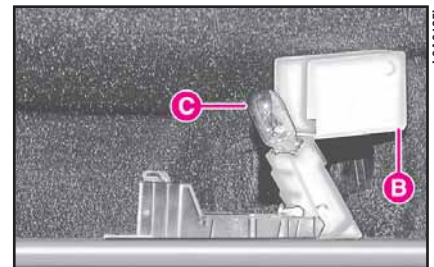

fig. 37
2) presione sobre los dos lados de la pantalla **B** (fig. 37) en correspondencia a los ganchos de fijación y gírela;